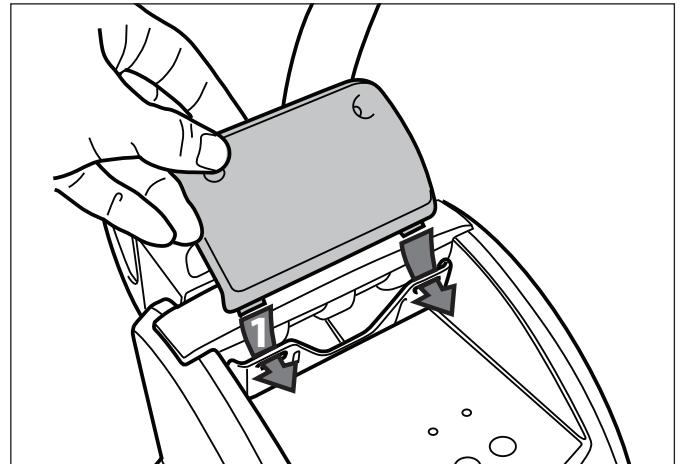

Figura 13. Posición de los sujetadores del placa de fijación
2. Deslice los sujetadores de la placa de fijación en el soporte de control y alinie los orificios de los tornillos. Vea la Figura 13.